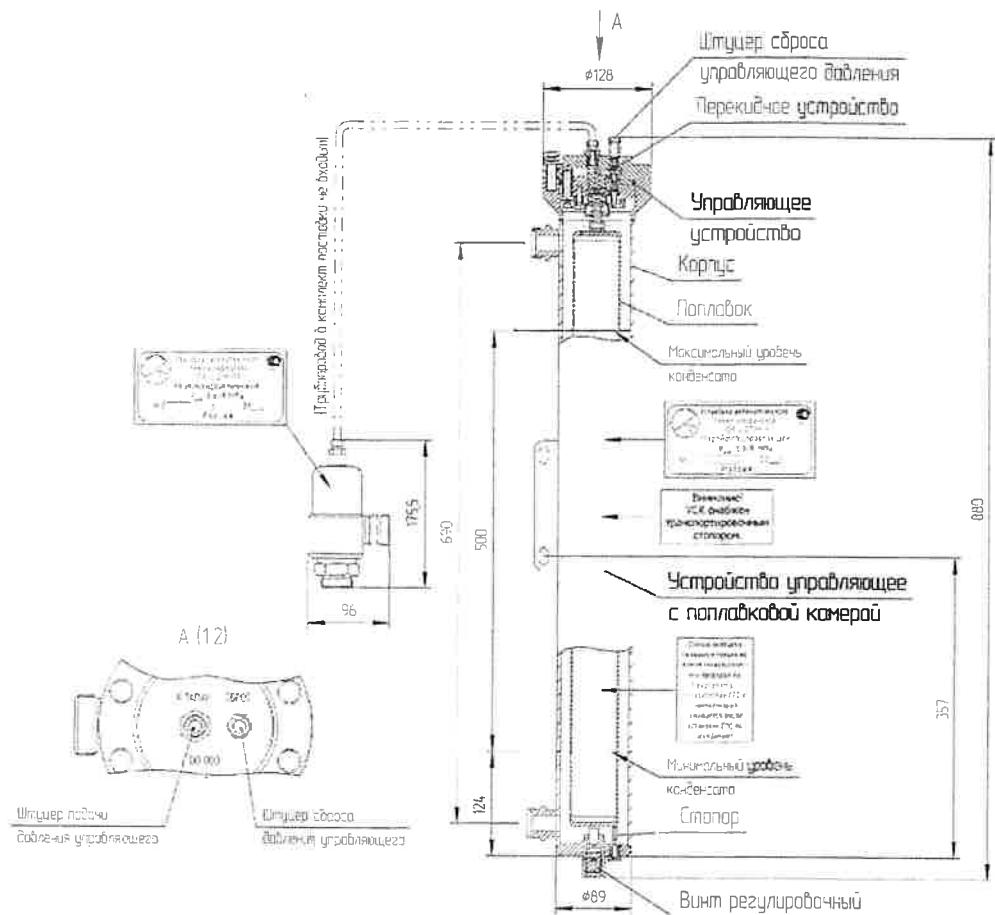

Рис.1 Общий вид
### 2.1. Общий вид УСК показан на рис.1.
5.2. Регламентные работы по УСК заключаются в периодической, не реже 1 раза в 2 года, смене масла в демпферной полости гидроклапана. Для смены масла необходимо отключить УСК, отсоединить трубопровод, соединяющий гидроклапан и управляющее устройство (см.рис.1), снять гидроклапан и вывернуть штуцер В гидроклапана. Вылить из масляной полости гидроклапана старое масло и залить туда 20 см3 масла МГП-12 ТУ 0253-052-00148843-9 или АМГ-10 ГОСТ 6794-75.
5.3.1. Не отключая УСК, открутить заглушку регулировочного винта (см. рис.1).
Соединить тройником 8 штуцер А управляющего устройства (см.рис.1) и штуцер В гидроклапана. Соединить трубопроводом 11 штуцер сброса управляющего давления с дренажной или вентиляционной магистралью. Выходной штуцер гидроклапана соединить с емкостью 4.